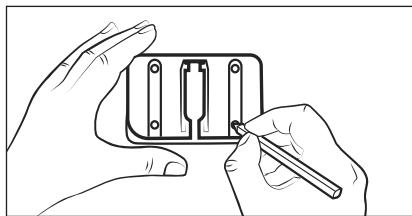

Fig. 5
- Utilisez le support mural 18 pour marquer les quatre trous à percer sur le mur (voir fig. 5).